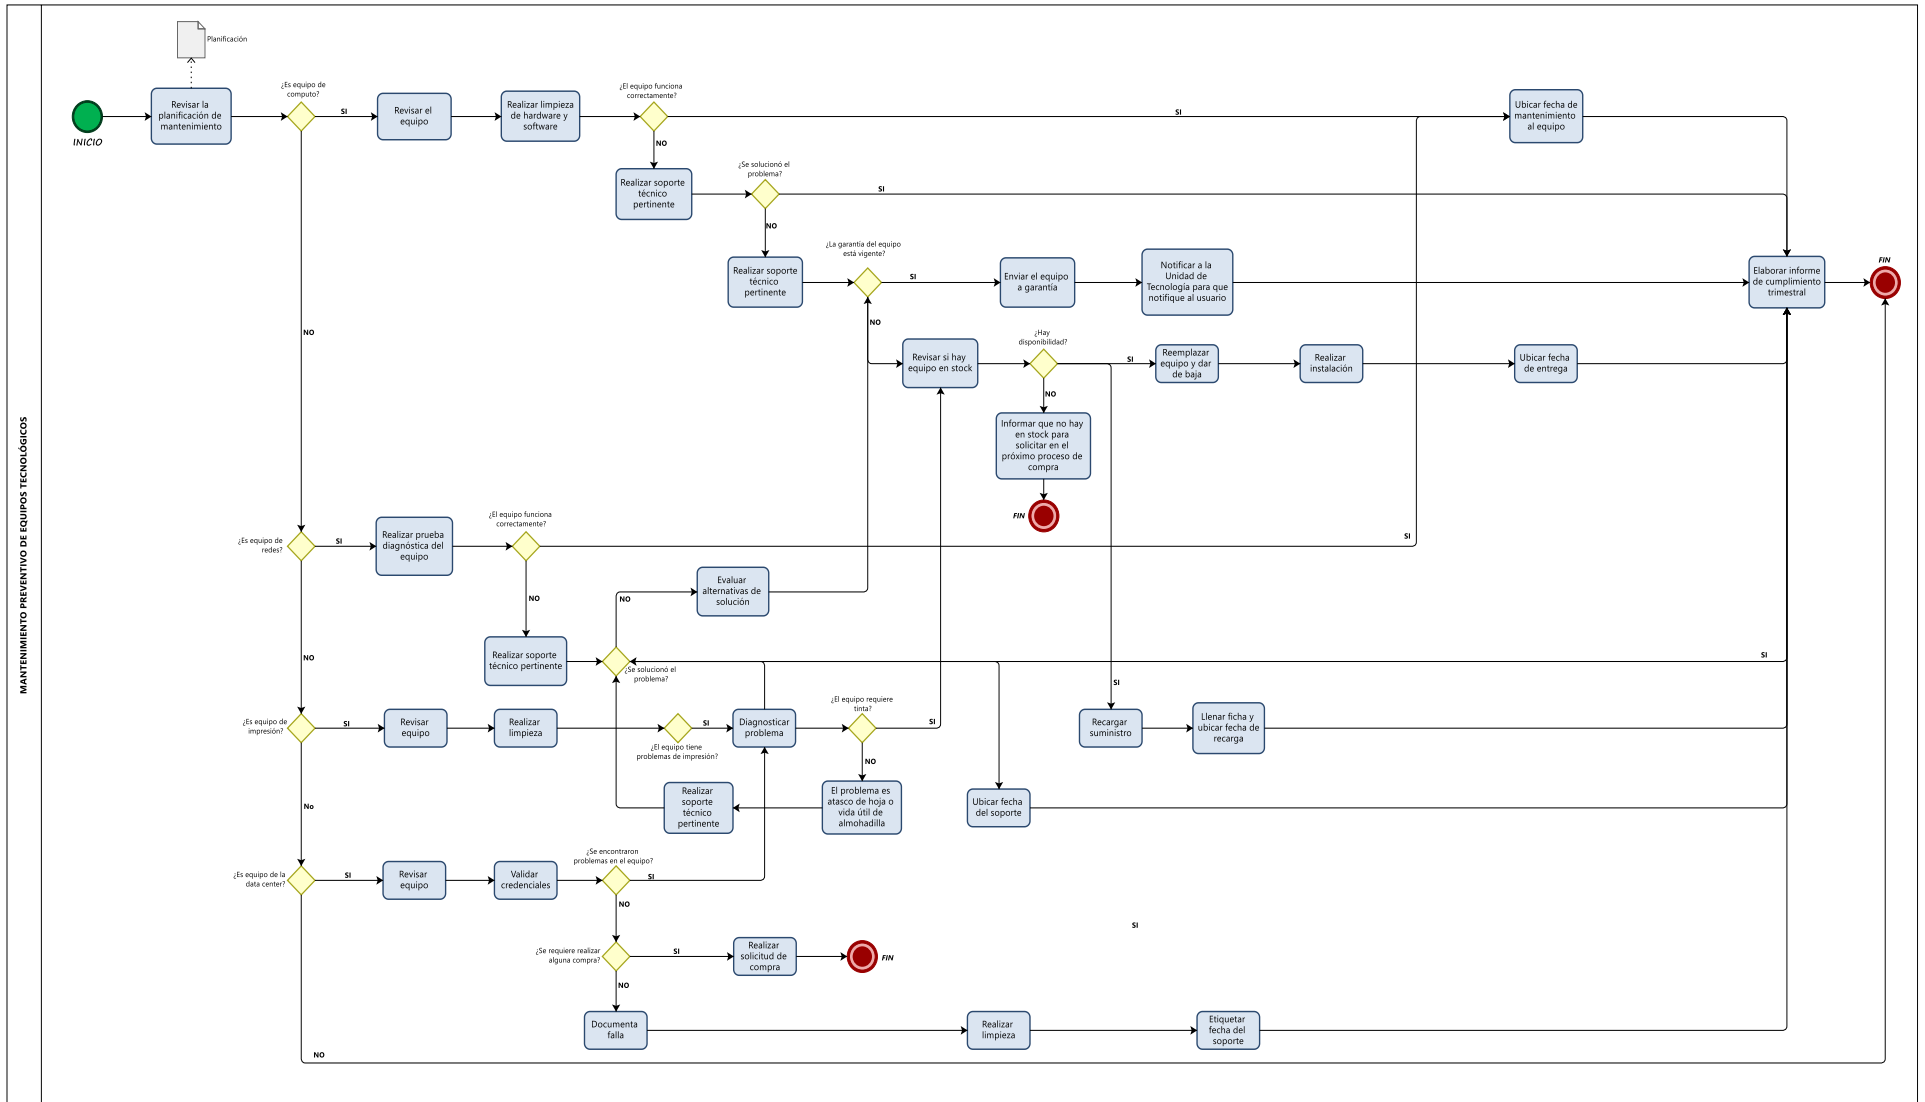

Figura 3. Proceso de Mantenimiento preventivo de equipos tecnológicos
- Hacer solicitud en el próximo proceso de compra (Figura 3).